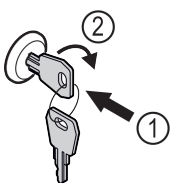

Fig. 57
- ▶ Inserire la chiave Fig. 57 (1).
- ▶ Ruotare la chiave di 90° in senso orario Fig. 57 (2).